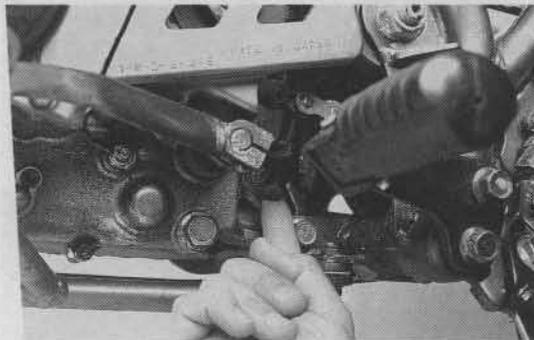

Bild 16
- Ebenso mit Absatzschlauch links am Motorblock (Bild 16) verfahren.